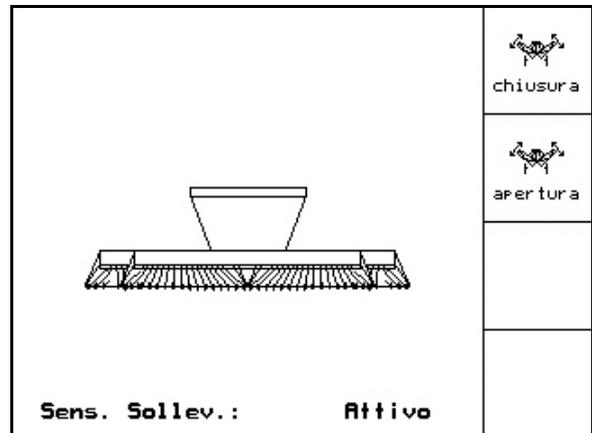

Figura 53
- Passare al sottomenu Apertura/chiusura (Figura 53).